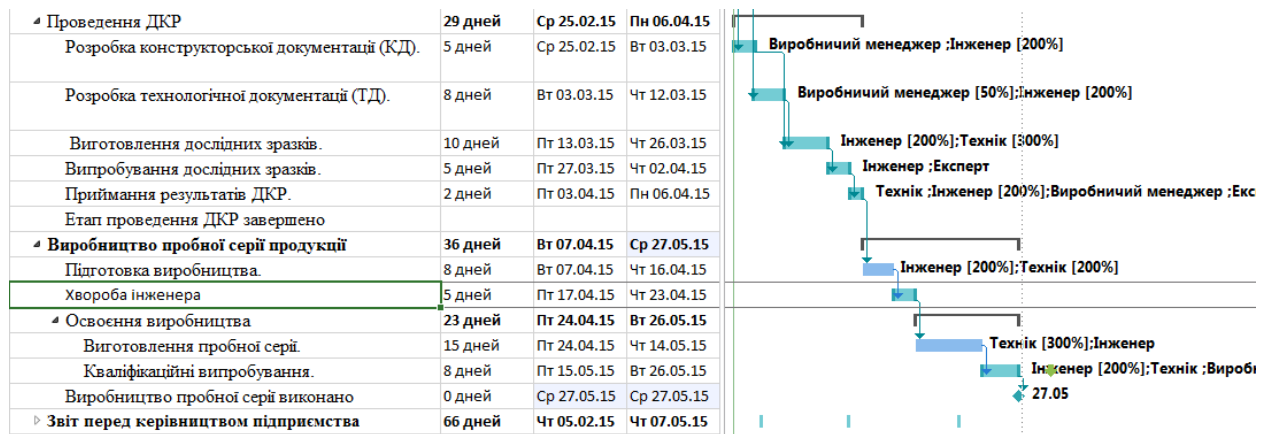

Рис. 4.8. Внесення ризику, що впливає на тривалість проєкту, до списку задач
***Всі завдання, які повинні залежати від завдання, схильного до ризику, зв'язуються не з ним, а з його ризиками.*** Так, у нашому прикладі, для завдання «Освоєння виробництва» попередником ми вкажемо не «Підготовка виробництва», а «Хвороба інженера» (рис. 4.8).